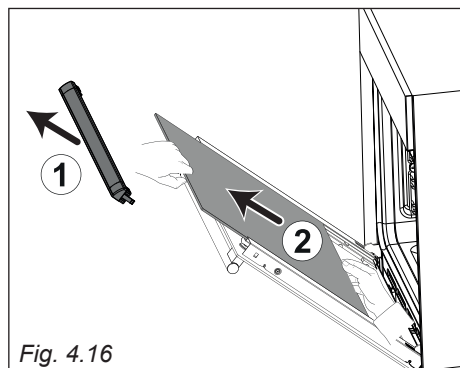
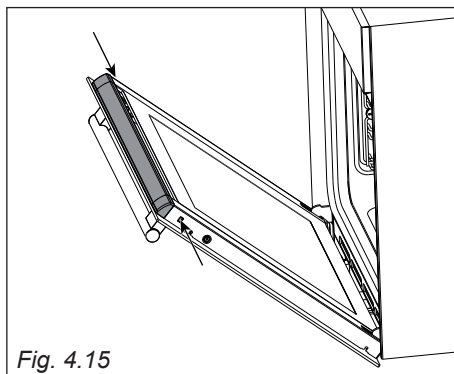

Fig. 4.16
Fig. 4.15
- Premere sulle due alette per sganciare il profilo superiore (frecche di fig. 4.15), quindi rimuoverlo delicatamente (freccia 1 di fig. 4.16).
- Sfilare delicatamente il vetro interno (freccia 2 di fig. 4.16).